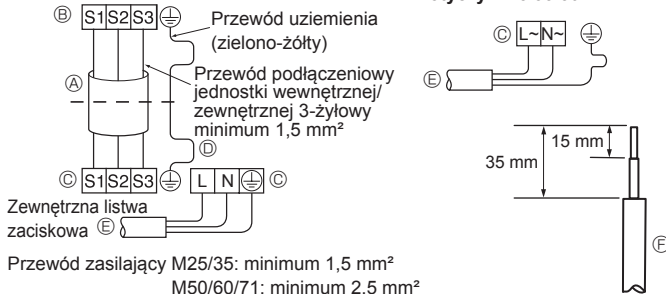
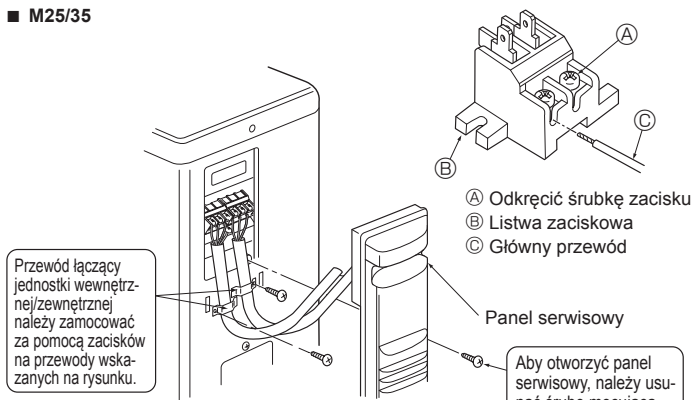
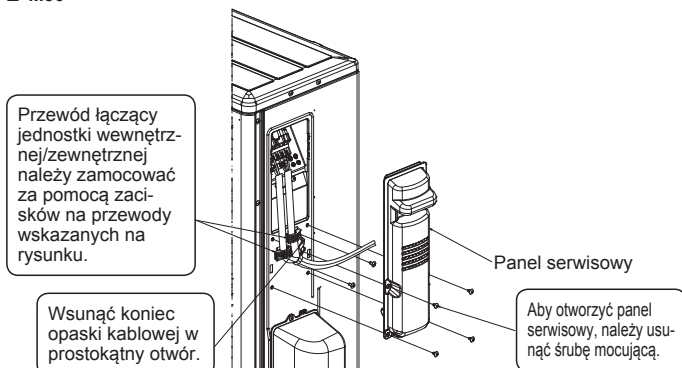

Fig. 6-2
Fig. 6-3
Fig. 6-4
6.1. Jednostka zewnętrzna (Fig. 6-1, Fig. 6-2, Fig. 6-3, Fig. 6-4)
- ① Usunąć panel serwisowy.
- ② Podłączyć przewody zgodnie z Fig. 6-1, Fig. 6-2, Fig. 6-3 i Fig. 6-4.
- Przewody należy poprowadzić zgodnie ze schematem po lewej stronie poniżej (przewód zakupić we własnym zakresie) (Fig. 6-2). Należy stosować tylko przewody o odpowiedniej biegunowości.